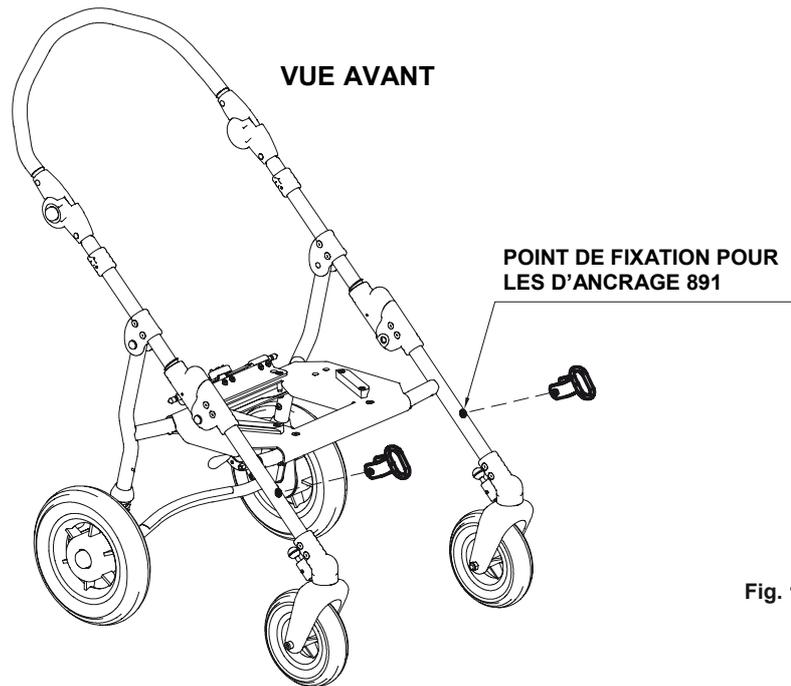

Fig. 1
- **LA POUSSETTE DOIT ÊTRE ANCRÉE AU VÉHICULE AVEC LE DOSSIER ET L'APPUI-JAMBES EN POSITION VERTICALE** par le biais de : 1) un système de sangles d'ancrage à 4 points conforme à la norme ISO 10542-2, fourni avec le véhicule (v. fig.4 page 16) et 2) l'accessoire 891 - ANCRAGES pour BASE 869 (4 anneaux) (v. fig 1 et 2 page 14, fig. 3 page 15 et fig.4 page 16)